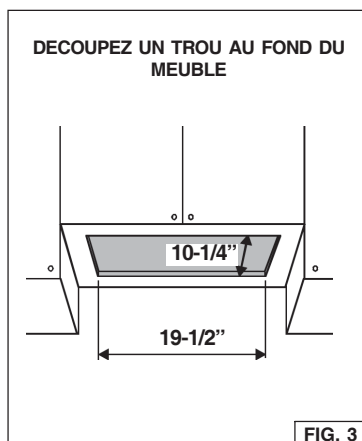

FIG. 3
2. Découpez un trou au fond du meuble en utilisant les dimensions reportées dans la Fig. 3.